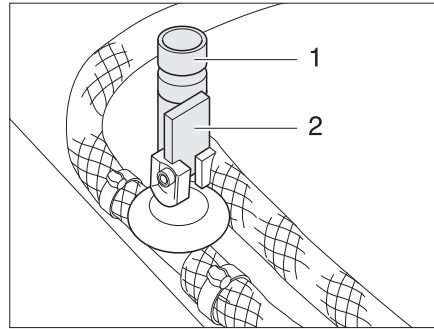

Fig. 122 Robinets de vidange pour chauffe-eau Truma
- Fermer tous les robinets de vidange pour chauffe-eau. Pour cela, mettre le levier à bascule (Fig. 122,2) à l'horizontale et faire tourner le capuchon (Fig. 122,1) dans le sens des aiguilles d'une montre.
- Ouvrir tous les robinets de vidange pour chauffe-eau. Pour ce faire, placer le levier à bascule (Fig. 122,2) à la verticale et faire tourner le capuchon (Fig. 122,1) dans le sens inverse des aiguilles d'une montre.